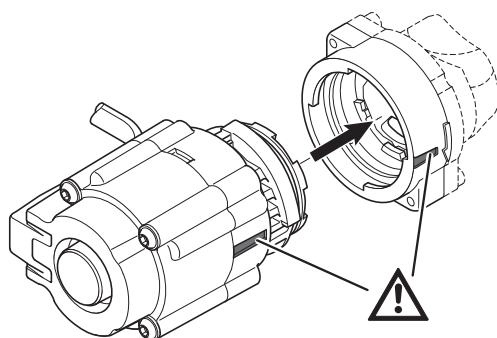

Fig.16-2: Geniux Pumpe einsetzen
- Pumpe mit dem Bajonettanschluss in den entsprechenden Gegenanschluss des Pumpenadapters einsetzen. Die Markierung auf dem Pumpenkopf muss mit der entsprechenden (längeren) Markierung auf dem Pumpenadapter übereinstimmen (siehe Fig. 16-2). Der Durchfluss zum Heizkörper/Heizkreis ist in dieser Position der Pumpe noch abgesperrt.